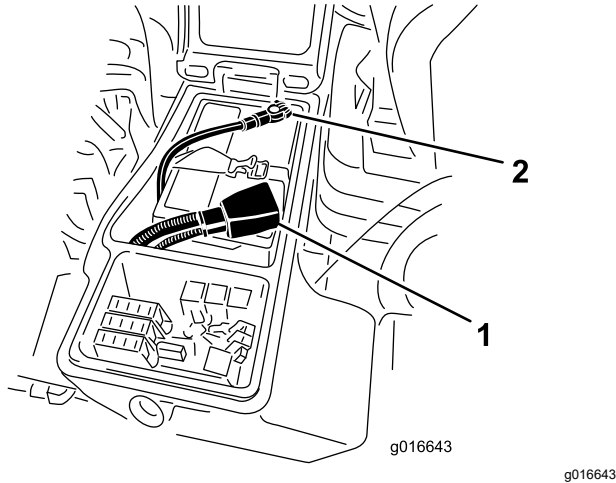

Bild 60
6. Klemmen Sie das Pluskabel (Rot) am Pluspol (+) der Batterie und das Minuskabel (Schwarz) am Minuspol (-) der Batterie an (Bild 60).